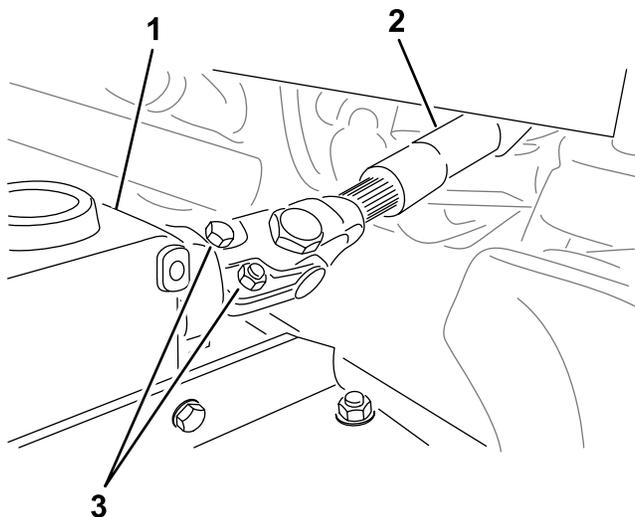

Figura 16
3. A la hora de conectar el árbol de la TDF a la caja de engranajes, monte cada par de pernos (5/16" x 2") y tuercas (5/16") en sentido opuesto (*Figura 16*) y apriete las tuercas a 40 N·m.